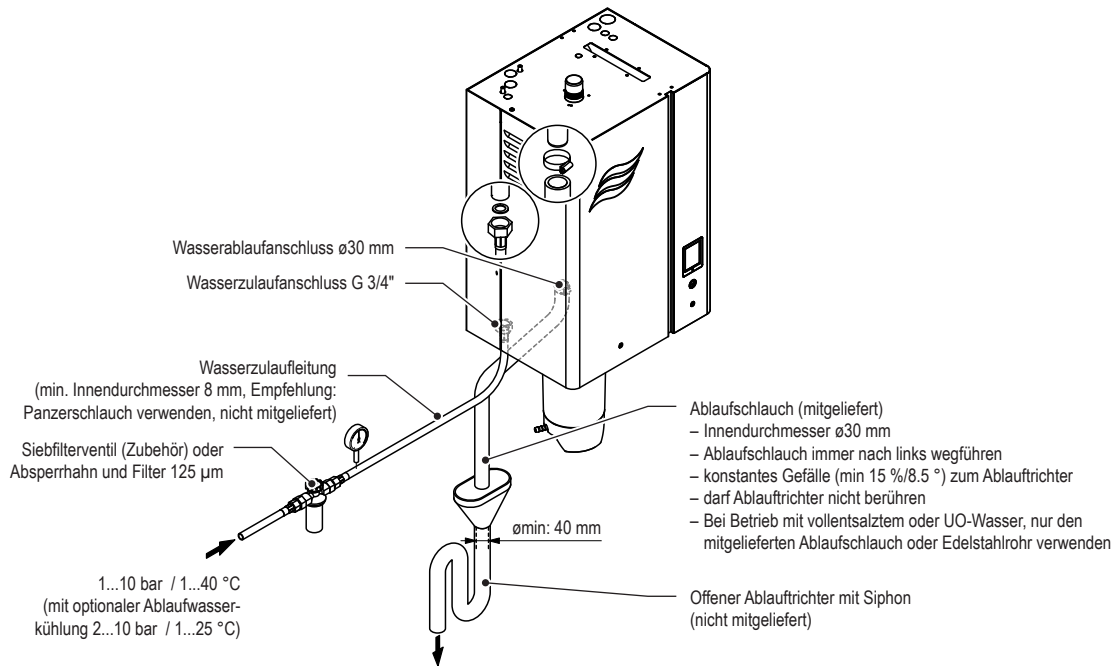

Abb. 19: Übersicht Wasserinstallation für Einzelgeräte Klein ("S") und Mittel ("M")
- Den mitgelieferten Ablaufschlauch immer nach links vom Ablaufanschluss wegführen und nach unten zum Ablauftrichter führen (siehe Abb. 19).